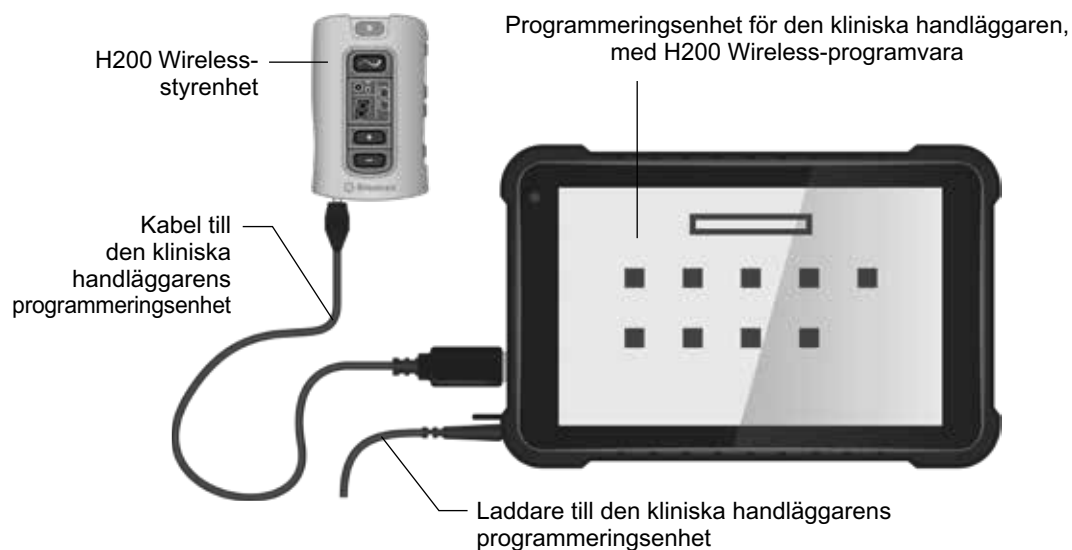

Bild 7-1: Laddningskonfiguration för den kliniska handläggarens programmeringsenhet
1. Anslut laddaren till den kliniska handläggarens programmeringsenhet till programmeringsenheten. Se bild 7-1.